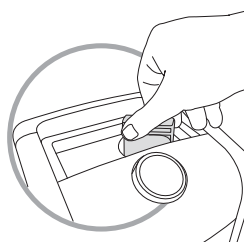

Figura 1
- 3- Gire o refil no sentido anti-horário até o final e então retire-o puxando para cima (figura 1).